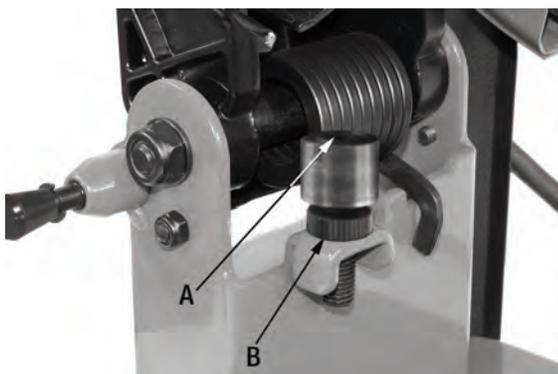

FIGURE 9
L'arrêt en profondeur ajustable (A) Fig.9 est vissé dans la base. En élevant et en abaissant le boulon d'arrêt de profondeur à l'aide d'une clé hexagonale, vous pouvez contrôler dans quelle mesure la meule abrasive se déplace lorsque la poignée de la machine est abaissée. Après avoir fait un ajustement du boulon d'arrêt de profondeur, assurez-vous de serrer l'écrou hexagonal (B).